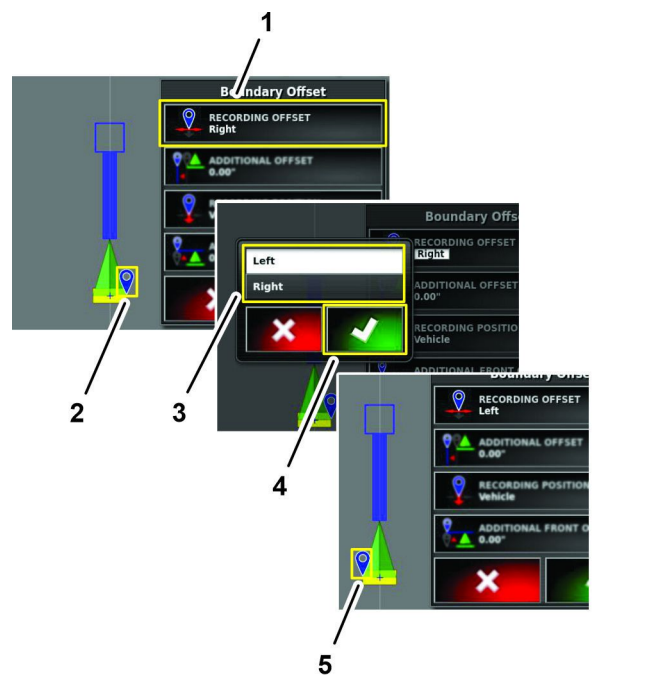

Bild 198
1. Tippen Sie auf das Symbol VERSATZ ERFASSEN (Bild 198).
2. Tippen Sie im Dialogfenster das Symbol LINKS oder RECHTS und tippen Sie auf das Bestätigen-Symbol (Bild 198).